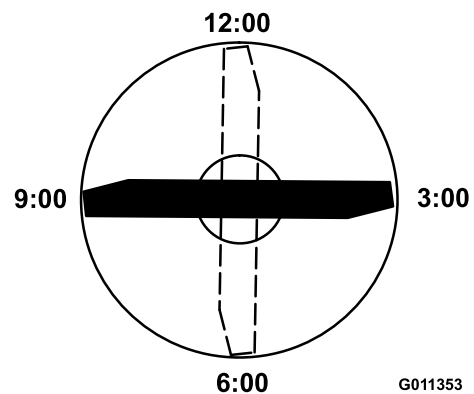

図 95
4. ブレードの印の付いているほうの端部を12時の位置車両進行方向に向け 図 95、作業台の表面からブレードの切っ先までの高さを測定する。
5. 印の付いている端部を3時の位置と9時の位置に向けて図 95それぞれ高さを測定する。